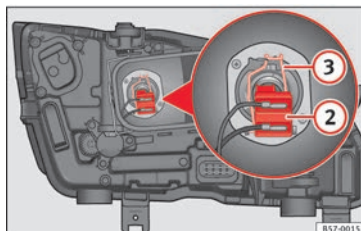

Fig. 106 Nel vano motore: lampadina degli anabbaglianti.
3. Estrarre il connettore » **fig. 106** ② della lampada.
4. Sganciare la molla di ritegno » **fig. 106** ③ premendola verso l'interno e a destra.